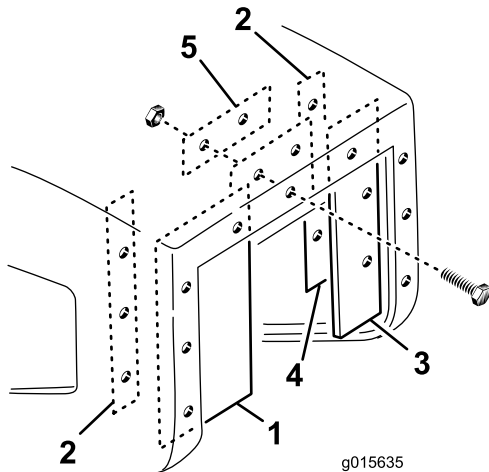

Bild 22
1. Befestigen Sie das breite Schutzblech mit einem langen Flachmaterial, drei Schrauben (Nr. 10 x 1") und drei Bundmutter (Nr. 10) an der linken Innenlippe der Füllkastenöffnung, wie in Bild 22 abgebildet.
2. Befestigen Sie das schmale Schutzblech mit einem langen Flachmaterial, drei Schrauben (Nr. 10 x 1") und drei Bundmutter (Nr. 10) an der rechten Innenlippe der Füllkastenöffnung, wie in Bild 22 abgebildet.
Bundmutter (Nr. 10) an der oberen Innenlippe der Füllkastenöffnung, wie in Bild 22 abgebildet.